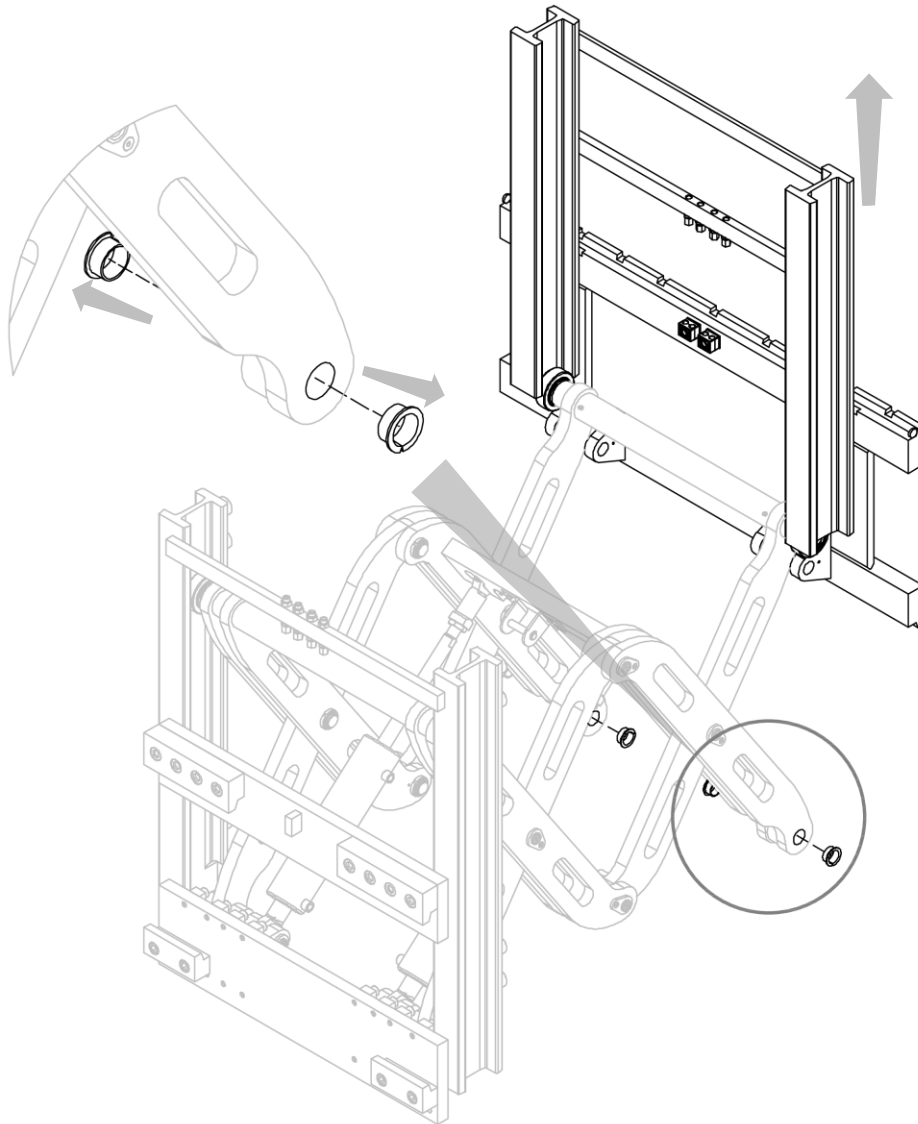

Figura 9
3. Retire la estructura frontal. En este punto bastará con retirarlo desde arriba, ya que está "ligado" al implemento únicamente por los rodamientos del par de brazos indicados en *Figura 9*.